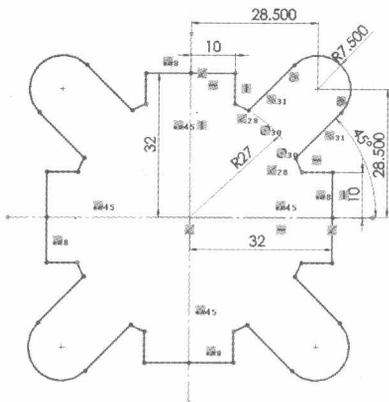

图 2-8 阵列草图
Step8 阵列草图。单击“草图”工具栏中的“圆周草图阵列”按钮，选择草图进行阵列，阵列数目为 4，如图 2-8 所示。